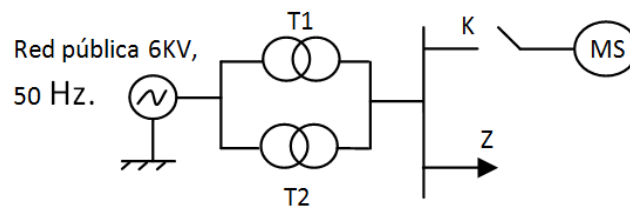

Figura 1: Esquema unifilar del problema 1.
Una planta industrial (modelada por una impedancia Z) es alimentada desde la red pública a través de dos transformadores. La planta cuenta además con un generador sincrónico (MS) para utilizarse en algún caso que sea necesario. El esquema unifilar se muestra en la figura 1.